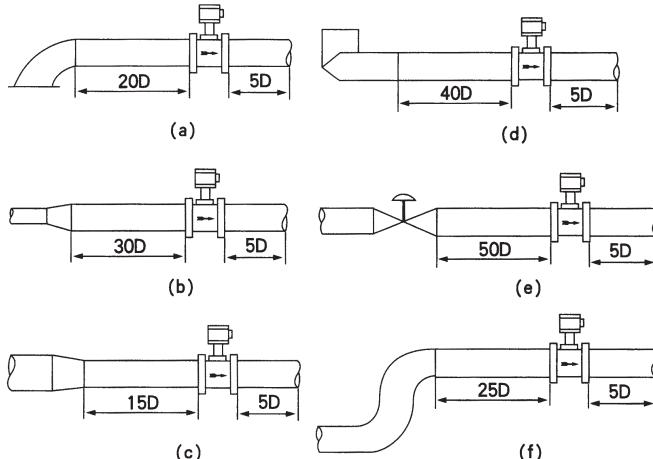

图6 涡街流量计对上、下游直管段长度的要求
前后直管段要求	参见图 6
2) 由图6查出粘度  $2\text{cst}$  对应的最小线性流量是  $Q_{\min}=6\text{m}^3/\text{h}$ 。